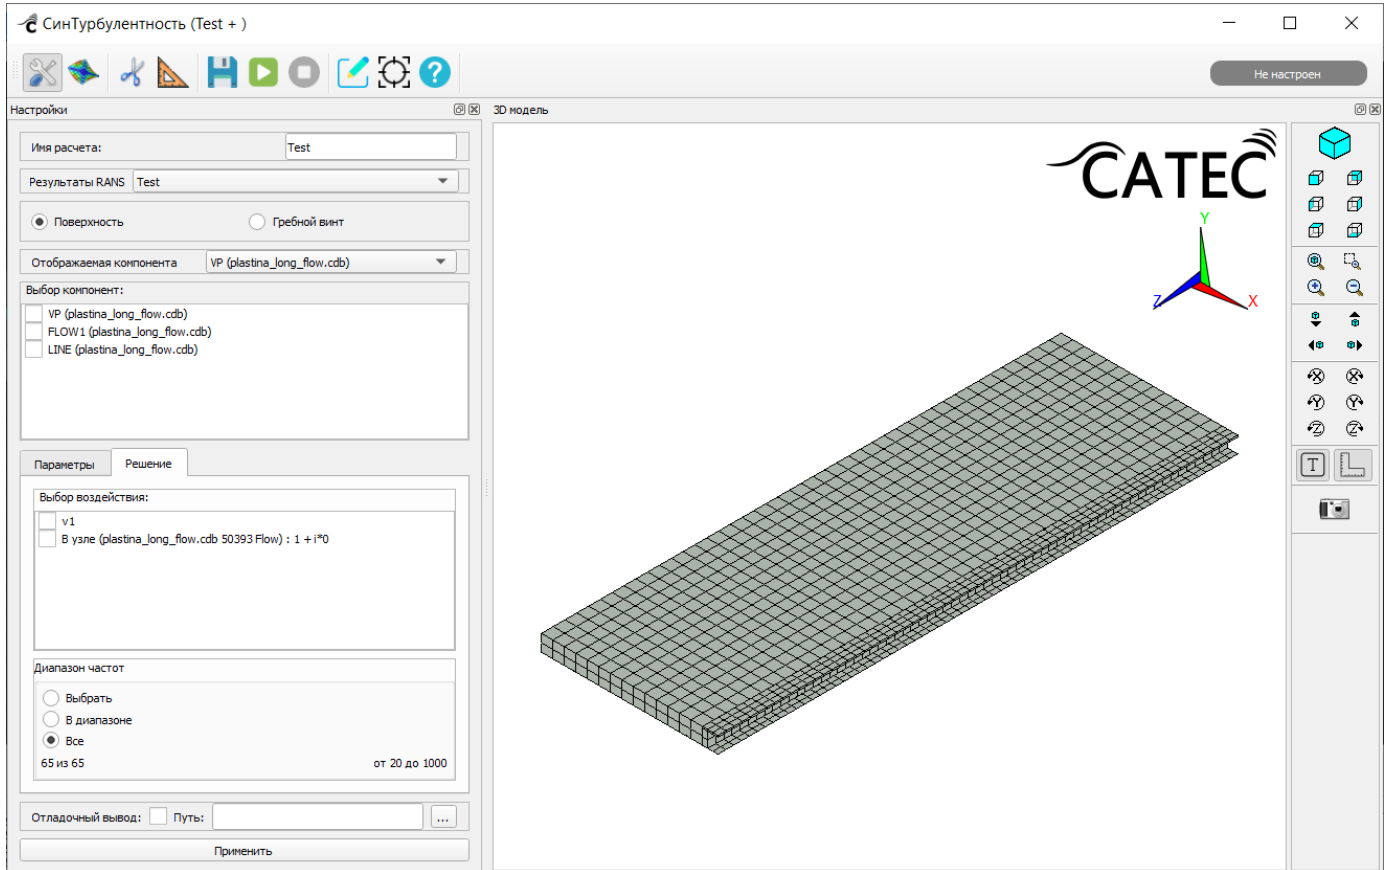

Рисунок 243 – Окно настроек карточки «СинТурбулентность»
Двойной щелчок по карточке открывает окно настроек карточки «СинТурбулентность» (Рисунок 243).
– вкладка «Решение» (открывается по умолчанию, Рисунок 243):